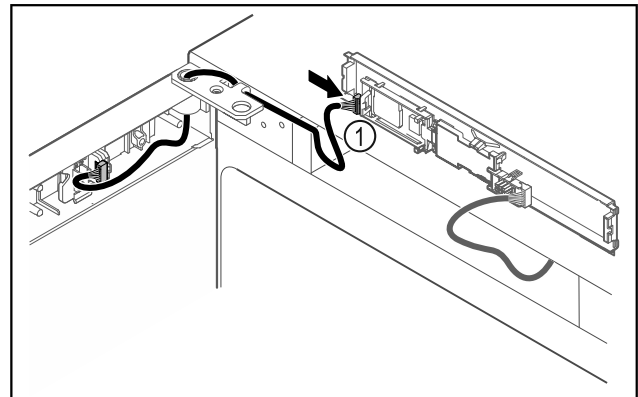

Fig. 49
- ▶ Zapojte zástrčku Fig. 49 (1) na dosku plošných spojov.